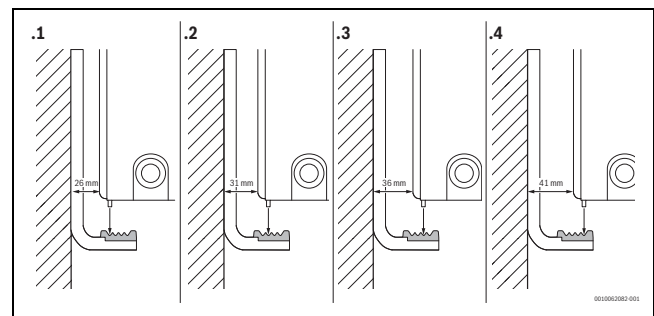

Fig. 284 Opzioni di fissaggio delle staffe a parete per i radiatori VC-, VCM-, A- e C-Profil/ Plan di tipo 21, 22, 33
- ▶ Fissare il radiatore alle staffe montate a parete. Iniziare dalla parte inferiore (→ fig. 284).
- ▶ L'uso della quarta tacca (→ fig. 284) in combinazione con la classe di requisiti 3 – AK3 per i radiatori citati non è raccomandato.